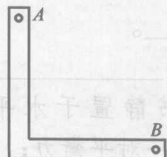

图 1-10 11 题图
11. 试在图 1-10 所示的杆件 A 、 B 两点处各加一个力, 使其处于平衡状态。